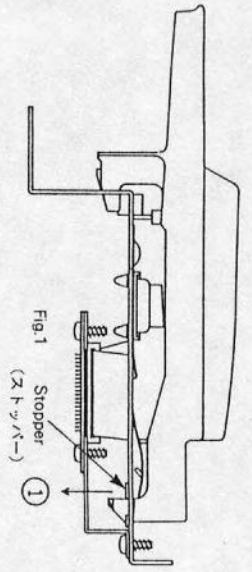

Fig. 1
- IC1 also monitors the +5V power source, and when the voltage reaches a point lower than +4.25V, it sets the reset to Low level. (See Fig.1.)
D = 0.34 X C7 (pF) usec. Fig.1
- IC1 (on PB) によってリセット信号が作られています。IC1は+5V電源が立ち上がった後、およそ300mSの閉りセットをLowレベルに保ちます。この遅延時間はC7 (on PB) によって決定されます。また、IC1は+5V電源を監視し、電圧が+4.25V以下に下がるとリセットをLowレベルにします。(Fig.1)